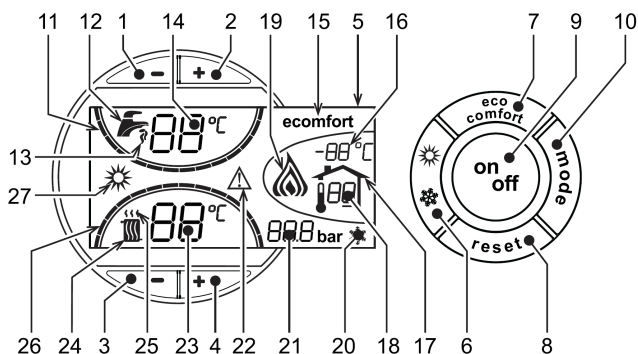
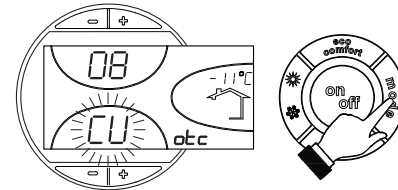
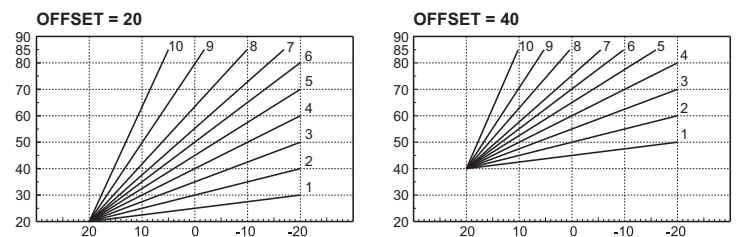

рис. 1 - Панель управления
рис. 9 - Кривая погодозависимого регулирования
рис. 12 - Пример параллельного смещения кривых погодозависимого регулирования
Нажмите клавишу **on/off** (поз. 9 - рис. 1) в течение 1 секунды.
Для повторного включения котла снова нажмите клавишу **on/off** (поз. 9 рис. 1) в течение 1 секунды.
- Нажмите кнопку ВКЛ/ВЫКЛ (9 - рис. 1)
Нажмите клавишу **Лето/Зима** (поз. 6 - рис. 1) на 1 секунду.
На дисплее высвечивается символ "Лето" (поз. 27 - рис. 1). При этом котел будет вырабатывать только воду для ГВС. Остается активной система защиты от замерзания.
Для выключения режима "Лето" вновь нажмите клавишу **Лето/Зима** (Поз. 6 - рис. 1) на 1 секунду.
Температура в системе отопления регулируется в пределах от 30°C до 80°C с помощью клавиш (поз. 3 и 4 - рис. 1).
Температура в системе ГВС регулируется в пределах от 10°C до 65°C с помощью клавиш (поз. 1 и 2 - рис. 1).
При установке уличного датчика (опция) на дисплей панели управления (поз. 5 - рис. 1) выводится текущая уличная температура, измеряемая этим датчиком. При этом система управления котлом работает в режиме "Плавающая температура". В этом режиме температура воды в системе отопления регулируется в зависимости от уличной температуры с тем, чтобы обеспечить максимальный комфорт и экономию энергии в течение всего года. В частности, при увеличении температуры уличного воздуха уменьшается температура подаваемой в систему отопления воды в соответствии с заданной "характеристикой компенсации".
В режиме плавающей температуры величина, заданная с помощью клавиш регулировки отопления (поз. 3 и 4 - рис. 1), становится максимальной температурой воды системы отопления. Рекомендуется устанавливать ее на максимальную величину, чтобы позволить системе выполнять регулировку во всем полезном рабочем диапазоне.
При однократном нажатии на клавишу **Режим** (поз. 10 - рис. 1) отображается фактическая компенсационная кривая (рис. 9), которую можно изменить с помощью **клавиш системы ГВС** (поз. 1 и 2 - рис. 1).
При нажатии **клавиш регулировки температуры отопления** (поз. 3 и 4 - рис. 1) обеспечивается доступ к режиму параллельного смещения кривых (рис. 12), изменяемого с помощью **клавиш системы ГВС** (поз. 1 и 2 - рис. 1).
При повторном нажатии клавиши **Режим** (поз. 10 - рис. 1) осуществляется выход из режима регулировки параллельных кривых.
Если к котлу подключено устройство дистанционного управления с таймером (опция), вышеописанные регулировки производятся в соответствии с указаниями, приведенными в таблице 1. При этом на дисплее пульта управления (поз. 5 - рис. 1) высвечивается температура в помещении, измеряемая устройством дистанционного управления.